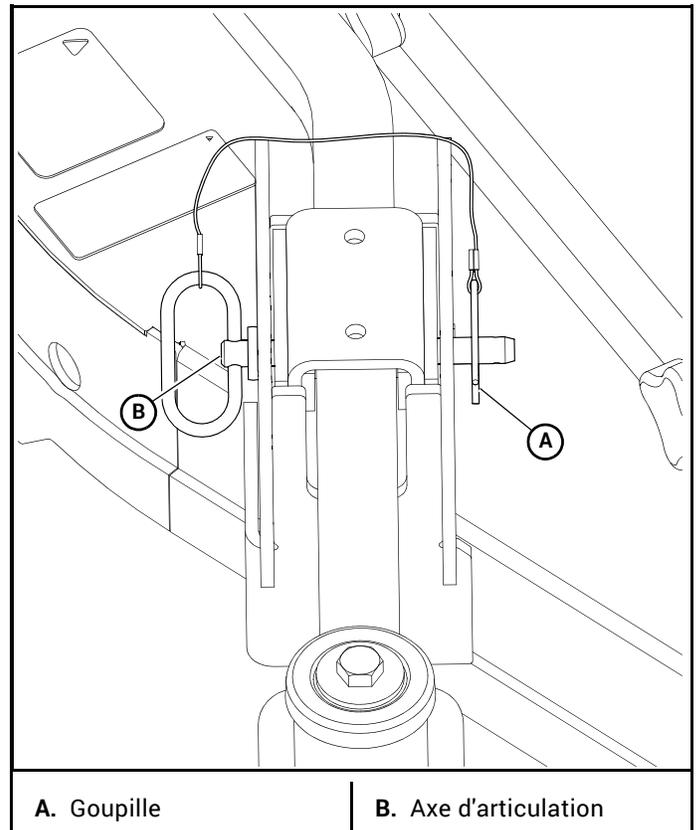
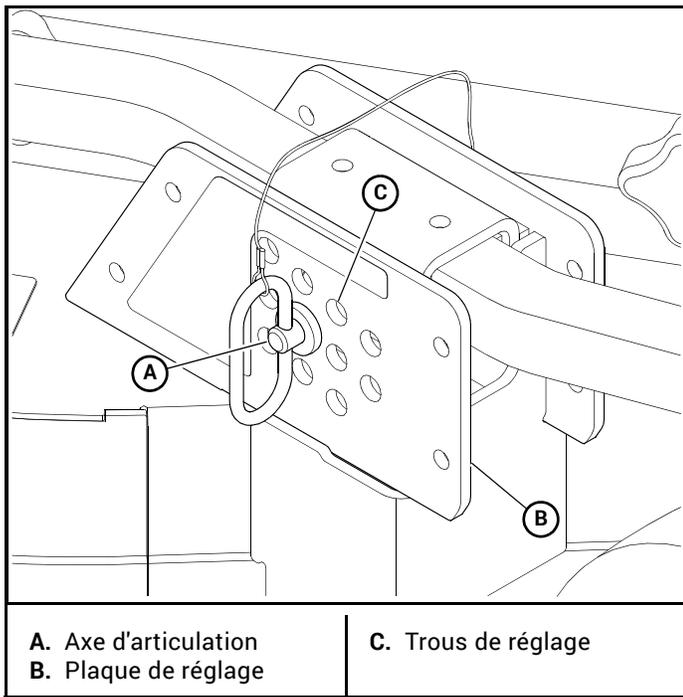
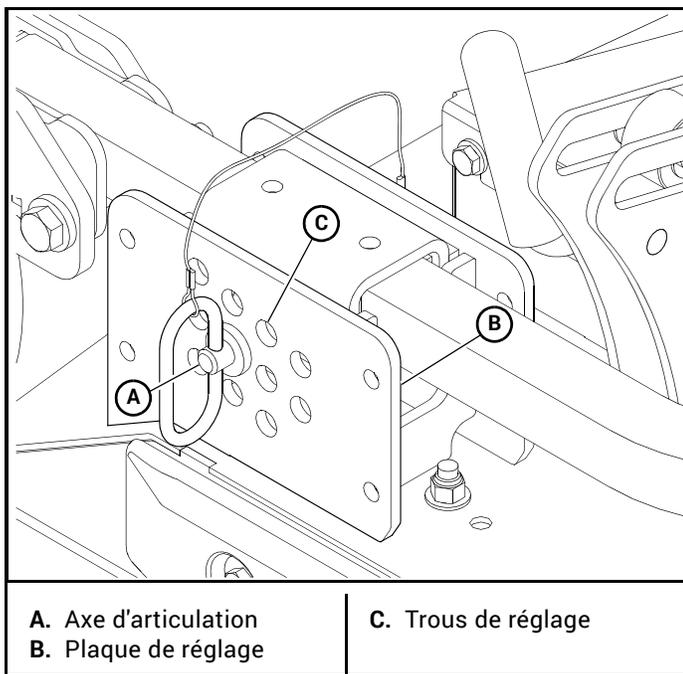

Figure 3-15
Figure 3-16
Figure 3-17
3. En utilisant l'interrupteur de levage du plateau de coupe central, relever le plateau de coupe central et tirer sur le levier de transport pour le relâcher Figure 3-15
- C. Avec les roues du plateau de coupe latéral dans le trou inférieur (+1 sur le schéma), la plage de coupe se situe entre 76,2 mm et 139,7 mm (3 à 5,5 po). Figure 3-15, Figure 3-16, and Figure 3-17